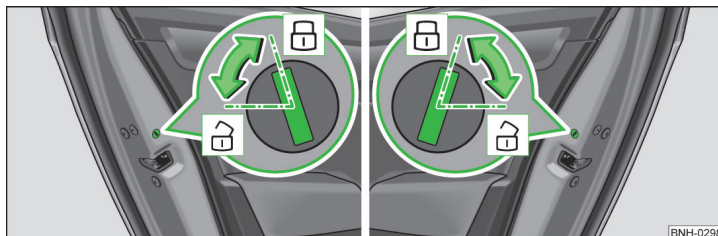

Abb. 31 Hintertür: links/rechts
**Kindersicherung ein- und ausschalten » Abb. 31**